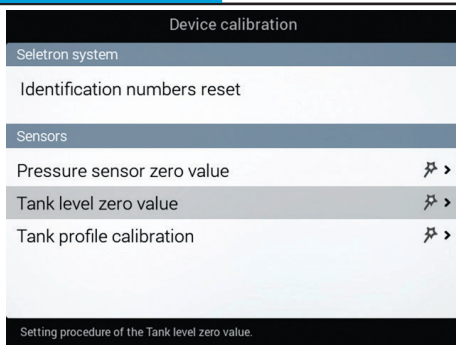

Fig. 121
**1** Välj punkten **Tank level zero value** (Fig. 121) och tryck **OK**.